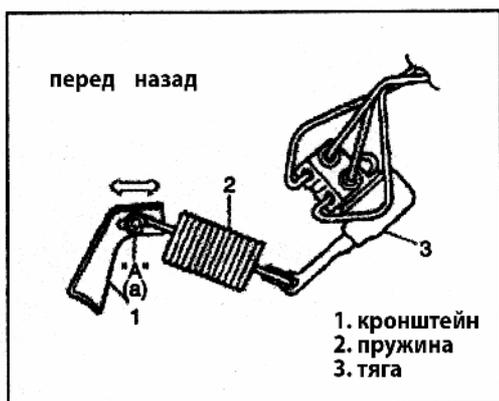

Рис. 708
- 5) Если давление в заднем тормозе не соответствует требуемому значению, отрегулируйте его положением болта "А" (Рис. 708).